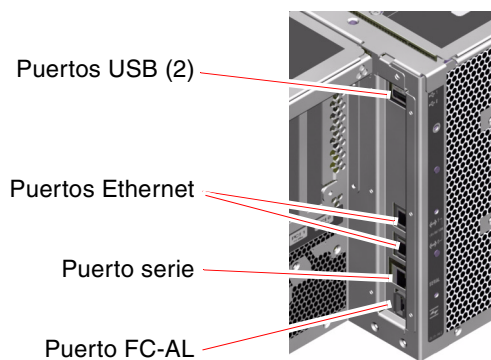

FIGURA 2-4 Puertos externos del panel posterior
- Seis puertos externos de datos: USB, serie, Ethernet y FC-AL (consulte la FIGURA 2-4)